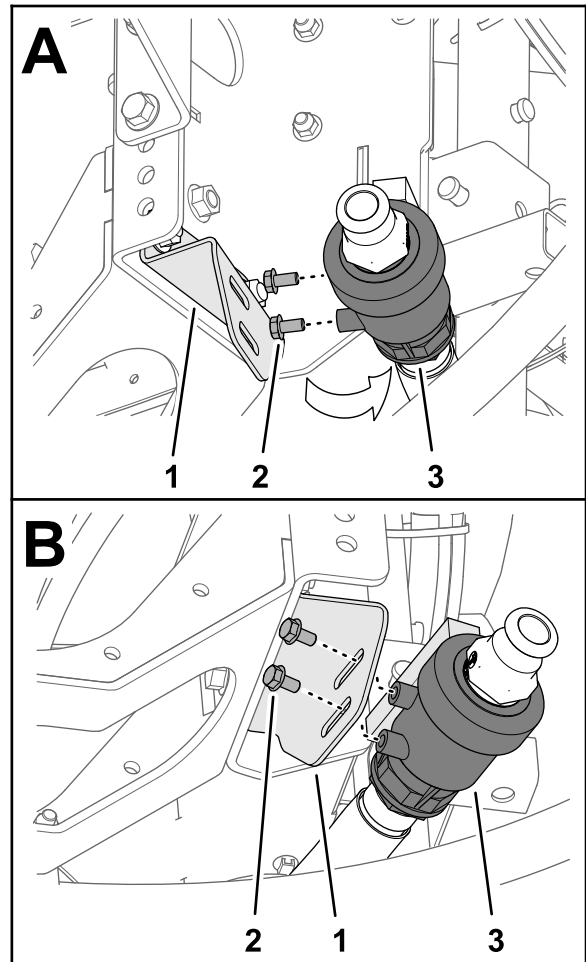

**Figura 13**
1. Retire la brida que sujeta la válvula de vaciado y la manguera de vaciado del depósito de fumigación al perfil del patín (Figura 13).